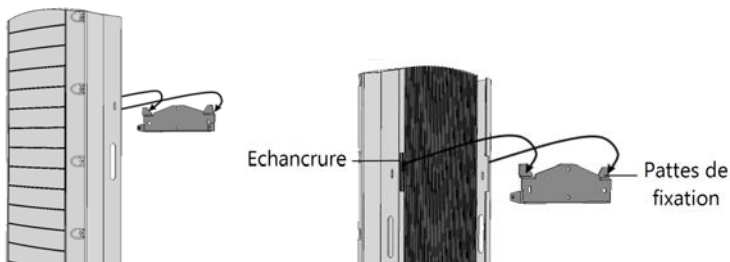

Figure 9: Fixation de l'onduleur sur le support
- S'assurer que la partie plate du support est vers le bas comme dans la *Figure 9*.
5. Positionnez l'onduleur sur le support (voir la *Figure 9*): soulevez l'onduleur sur les côtés, ou maintenez ce dernier en le tenant par le haut et par le bas pour le soulever et le mettre en position.
deux côtés de l'onduleur et dans le support. (Voir la *Figure 9*). Serrer les vis à l'aide d'un moment de torsion de  $4,0 \text{ N} \cdot \text{m}$  /  $2,9 \text{ lb} \cdot \text{ft}$ .